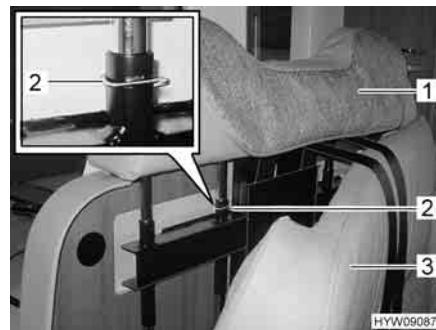

Fig. 72 Rimozione poggiapiede
- Ribaltare in avanti il cuscino (Fig. 72,3).
- Rimuovere il fermaglio di sicurezza (Fig. 72,2).
- Tirare i poggiapiede (Fig. 72,1) verso l'alto.